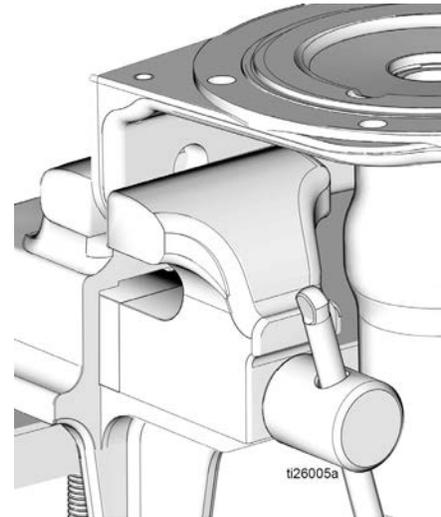

图 22
- 18. 将泵底座 (1) 重新放置在老虎钳上，如图 22 所示。